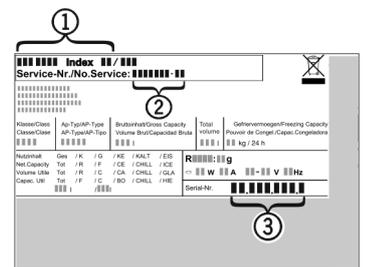

Fig. 35
- Denominación del aparato Fig. 35 (1), nº del servicio técnico Fig. 35 (2) y nº de serie Fig. 35 (3) en la placa de identificación. La placa de identificación se encuentra en la parte interior izquierda del aparato.
- Informe al servicio postventa e indique el fallo, la denominación del aparato Fig. 35 (1), el nº del servicio técnico Fig. 35 (2) y el nº de serie Fig. 35 (3).